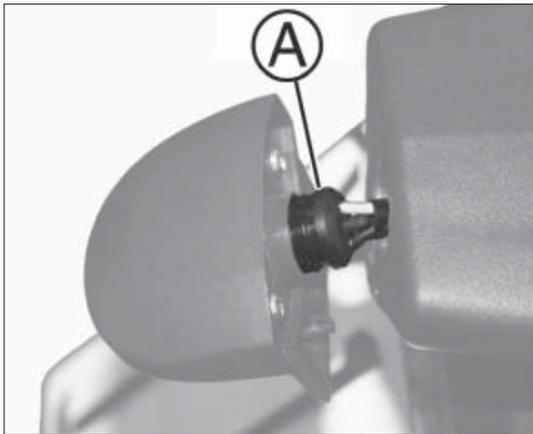

Abb. 5
- die gesamte Gruppe Lampe-Lampenfassung A Abb. 5 von der
- die Gruppe Lampe-Lampenfassung A Abb. 5 in die Kunststoffabdeckung einsetzen;